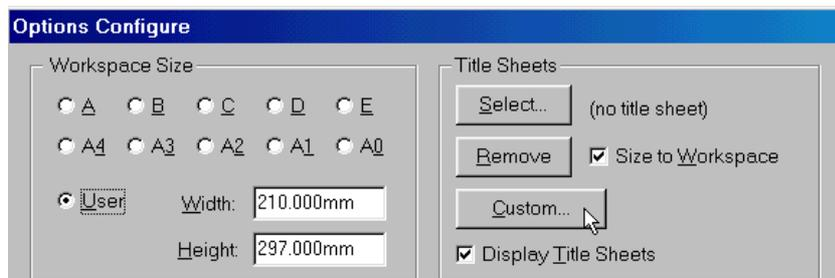

Рис. 6-2. Выбор варианта оформления страниц
2) На панели **Option Configure** (рис. 6-2) нажмите кнопку **Custom...** (заказная).